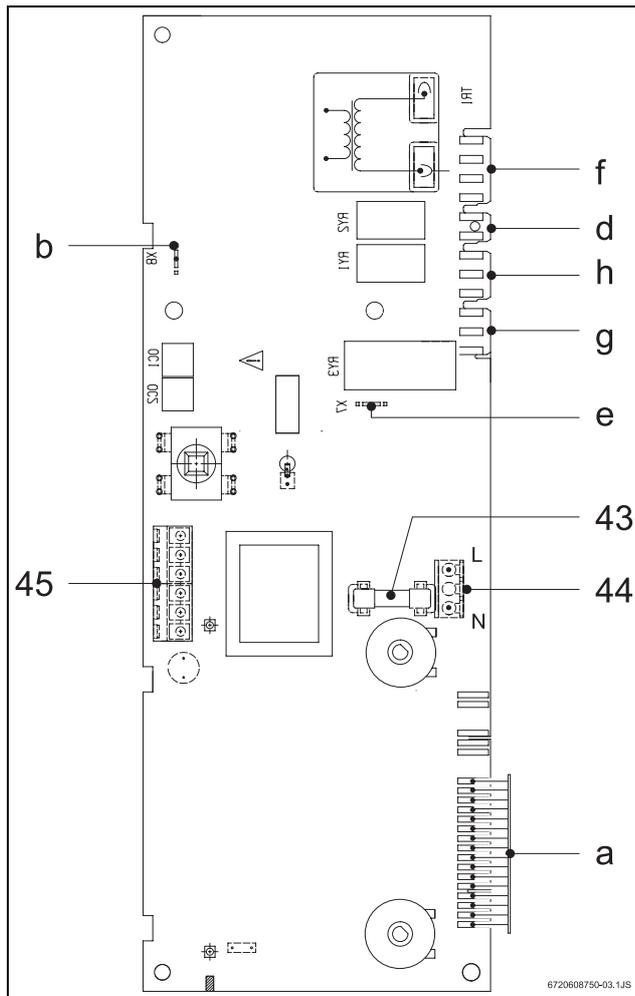

Fig. 13
- ▶ Fare passare il cavo attraverso la guarnizione del passacavo e collegarlo come da Fig. 13.
- ▶ Togliere il ponte Ls-LR (oppure 1-4) (Fig. 13, Pos. 45).